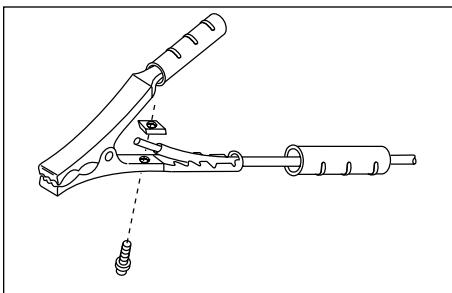

Figura 3 - Conjunto de la pinza de tierra
- Inserte el cordón (marcado "trabajo" en el panel delantero de la soldadora) a través del mango de la abrazadera y deslice el alambre desnudo debajo del bloque de la abrazadera. Apriete el perno hexagonal asegurándose que el alambre desnudo quede firmemente sujeto (Figura 3).